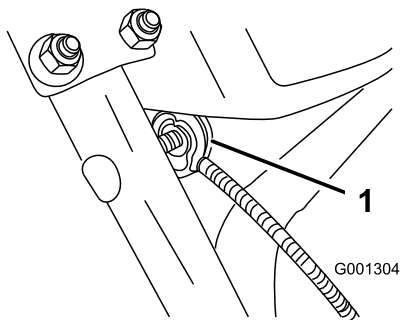

Figura 8
3. Togliete il dado e la rondella dalla stegola, attaccate alla stegola il serrafilò presente sul cavo, montate il dado e la rondella e serrate a mano il dado (Figura 8).